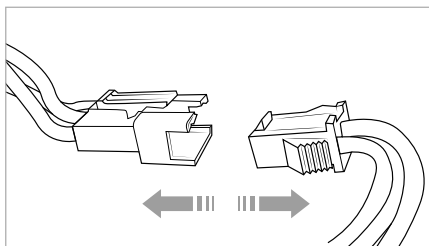

Fig. 27
- 2) Deconectați elementul de cuplare a acumulatorului (a se vedea fig. 27) și scoateți-l din compartimentul pentru acumulator.